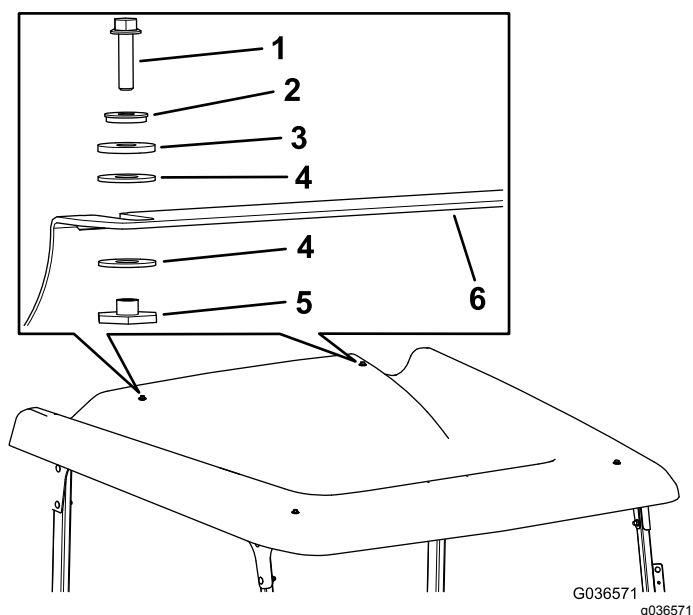

Рисунок 13
14. Установите солнцезащитный навес на заднюю поперечину при помощи двух болтов с шестигранными фланцевыми головками (1/4 x 1 дюйм), двух уплотнительных шайб, двух фрикционных шайб, 4 пластмассовых шайб и двух фланцевых втулок (Рисунок 13).